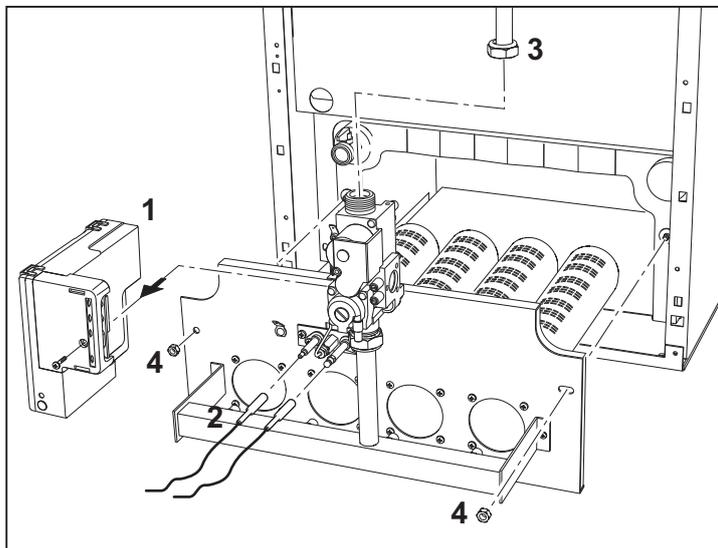

рис. 7
2. Снимите электронный блок управления "1" газовым клапаном (рис. 7);